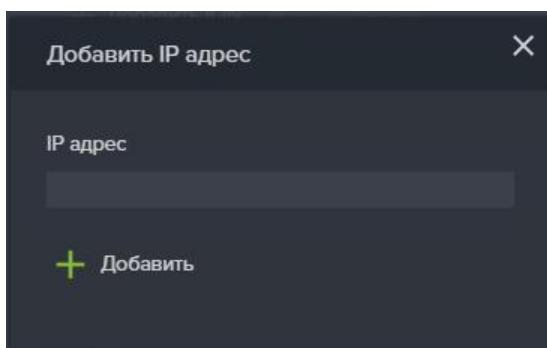

Рисунок 68 – Добавление IP адреса
11. Введите в открывшемся окне IP адрес (см. Рисунок 68).